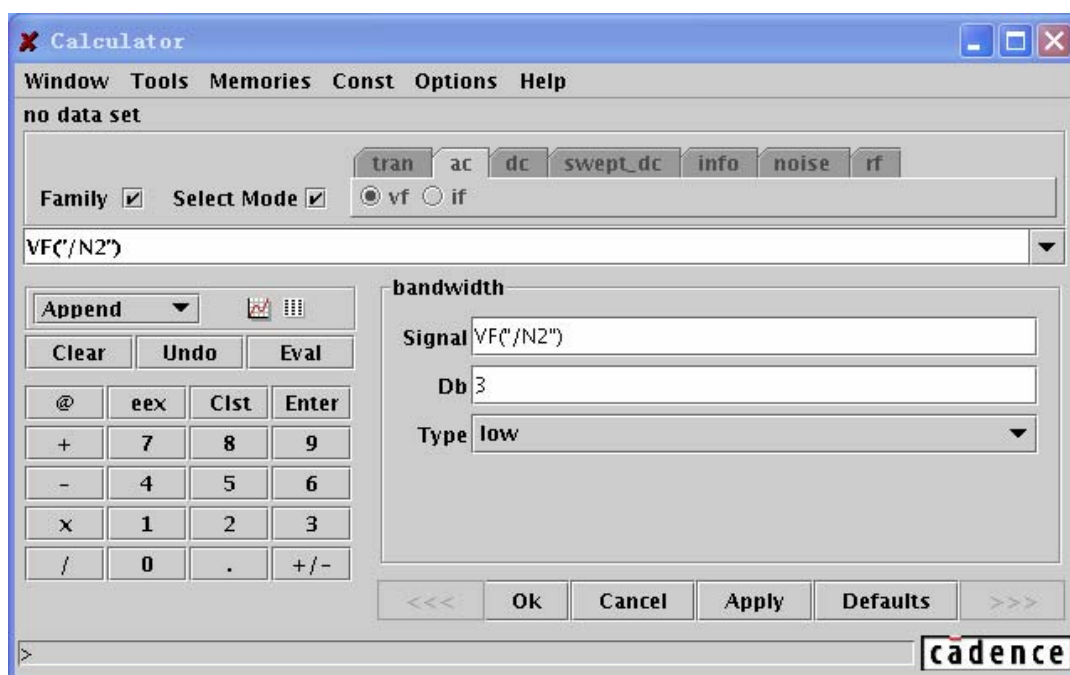

图 8.33 “bandwidth” 的计算设定
- 2) 在函数窗口中点击“bandwidth”函数。然后函数窗口将变为如图 8.33 所示的“bandwidth”